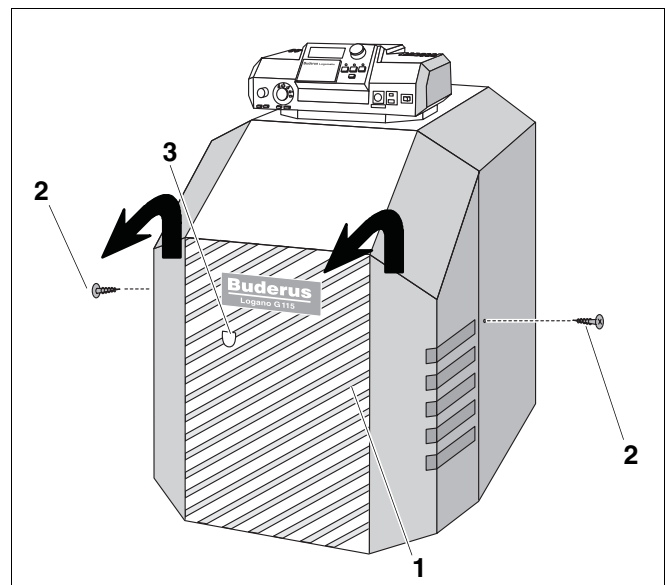

Abb. 5 Brennerhaube abnehmen
Wenn Ihr Logano G115 mit einem Brenner Logatop des Typs BE ausgestattet ist, können Sie die Entstörtaste des Brenners durch die Bohrung der Brennerhaube (Abb. 5, **Pos. 3**) betätigen. Sie müssen die Brennerhaube nicht demontieren.
- Lösen Sie die beiden Sicherungsschrauben (Abb. 5, **Pos. 2**) der Brennerhaube (Abb. 5, **Pos. 1**).
- Nehmen Sie die Brennerhaube (Abb. 5, **Pos. 1**) ab.